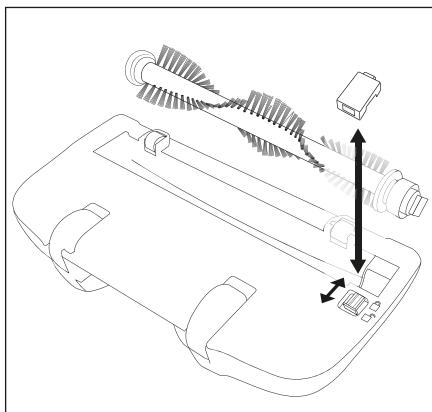

Fig. 5
- 2) Far scorrere il dispositivo di blocco sulla piastra di copertura in direzione del simbolo □ in modo da poter rimuovere la piastra di copertura (fig. 5).
- 3) Rimuovere il rullo a spazzola ⑭.
- 4) Rimuovere lo sporco (su entrambi i lati delle setole) e pulire il rullo a spazzola ⑭. A tale scopo, con un panno umido passare sulle singole setole con un movimento dall'interno verso l'esterno.
- 5) Per reinserire il rullo a spazzola ⑭ infilare innanzitutto l'estremità larga sull'albero motore in modo tale che il rullo a spazzola ⑭ si agganci.
- 6) Quindi far scivolare l'altra estremità nel vano di ricezione, in modo che il rullo a spazzola ⑭ si trovi diritto nella bocchetta per pavimenti.
- 7) Ricollocare la piastra di copertura finché non si innesta in posizione. La piastra di copertura si blocca con lo scivolamento automatico del dispositivo di blocco verso il simbolo  (fig. 5).